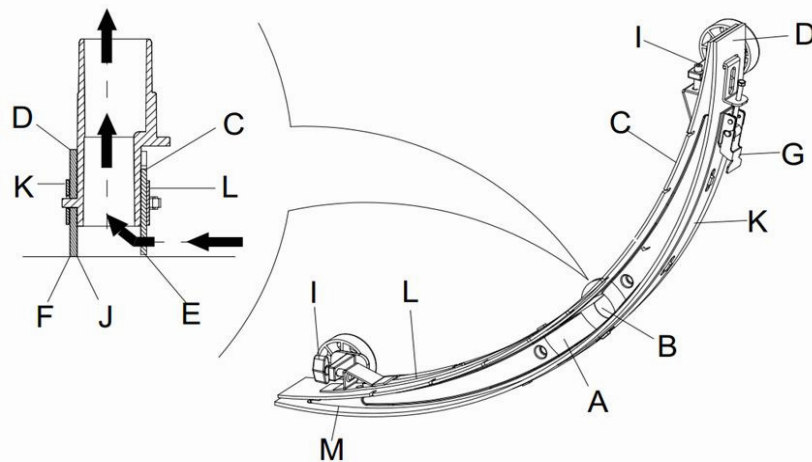

Abbildung 15
2. Drücken Sie den Netzschalter (41) auf die "O"-Position und schalten Sie das Gerät aus.
3. Lösen Sie die Feststellknöpfe (16) des Abstreifers; entfernen Sie den Anschluss für die Verbindung des Schmutzwasser-Vakuums zum Abstreifer, und entfernen Sie den Abstreifer.
4. Verwenden Sie den Hebegriff des Abstreifers (14), um den Tragrahmen des Abstreifers anzuheben.
5. Reinigen Sie den Abstreifer (**Abbildung 15**). Reinigen Sie insbesondere die Nut (**A, Abbildung 15**), und entfernen Sie Schmutz und Fragmente aus dem Vakuum-Rohr. Prüfen Sie, ob das vordere Abstreiferband (C) und das hintere Abstreiferband (D) intakt sind, und ob es gebrochene Kanten und Risse gibt. Tauschen Sie sie, falls erforderlich, aus (siehe Schritte im folgenden Abschnitt).
1. Folgen Sie den Anweisungen, die im Abschnitt Reinigen des Abstreifers aufgeführt sind (**Abbildung 15**).
2. Überprüfen Sie die Kante (**E, Abbildung 15**) des vorderen Abstreiferbands und die Kante (F) des hinteren Abstreiferbands (D). Sie sollten über die gesamte Länge auf der gleichen Ebene liegen. Passen Sie sonst ihre Höhen durch folgende Vorgehensweise an.
- Lösen Sie die Klammer (G), um das hintere Abstreiferband (D) von der Halterung (M) zu lösen, um die Position des Abstreifers anzupassen. Arretieren Sie nach der Einstellung die Klammer wieder.
- Lösen Sie die Schraube am Griff (I), um das vordere Abstreiferband anzupassen (C); ziehen Sie die Griffschraube nach der Einstellung wieder fest.
3. Prüfen Sie, ob das vordere Abstreiferband (C) und das hintere Abstreiferband (D) intakt sind, und ob es gebrochene Kanten und Risse gibt. Falls erforderlich, wechseln Sie sie in der folgenden Art und Weise aus. Überprüfen Sie die vordere Kante des hinteren Abstreiferbands (J), ob es abgenutzt ist. Wenn es abgenutzt ist, kann es anders herum installiert werden (die Oberkante muss intakt sein). Wenn die obere Kante ebenfalls abgenutzt ist, wechseln Sie das Band wie folgt aus:
- Öffnen Sie die Klammer (G), um das Druckblatt von der Halterung (M) zu lösen, entfernen Sie die Klammerschiene (K), und wechseln Sie dann das hintere Abstreiferband (D) aus oder drehen Sie es anders herum. Installieren Sie das hintere Abstreiferband in der umgekehrten Reihenfolge.
- Lösen Sie die Griffschraube (I) und entfernen Sie die Frontklammerschiene (L), und wechseln Sie dann den vorderen Abstreifer (C). Installieren Sie das vordere Abstreiferband in der umgekehrten Reihenfolge. Passen Sie das Niveau des hinteren und vorderen Abstreiferbands nach Austausch des Abstreiferbands (oder der umgekehrten Installation) an, indem Sie den oben beschriebenen Schritten folgen.
4. Verbinden Sie das Vakuum-Rohr (11) mit dem Abstreifer.
5. Installieren Sie den Abstreifer und verwenden Sie den Knopf (16), um ihn festzuziehen, und dann schließen Sie das Vakuum-Rohr an den Abstreifer an.
6. Falls nötig, stellen Sie den Abstreifer durch das Einstellrad (20) ein (siehe Verfahren zum Einstellen der Abstreiferposition).